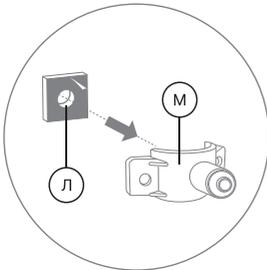

Рис. 19
2. Снимите с уплотнительной прокладки (Л) защитную пленку. Приклейте прокладку с внутренней стороны хомута (М), одновременно совмещая отверстие в прокладке с выходным отверстием в хомуте (рис. 19).